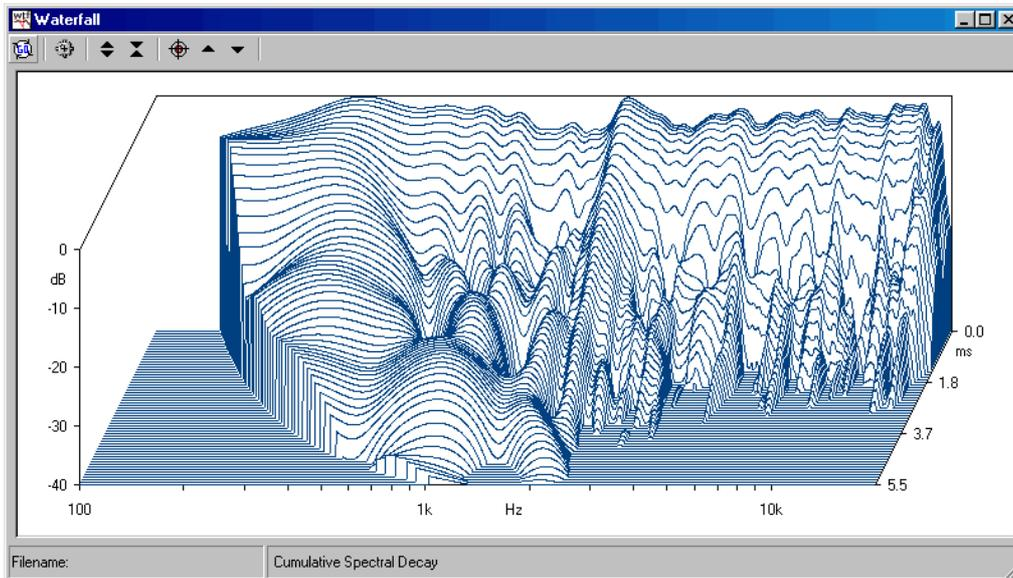

図 12.5
-  マーカーモードに入ります(図 12.5 参照)。このモードの時には、マウスをクリック、ドラッグして、各時間ごとのウォーターフォールデータを1本ずつ見られます。
ウォーターフォール・コントロールパネルを起動しましょう。画面左上の Go ボタンを押してください。図 12.5 のようなウォーターフォール図が現れるはずです。